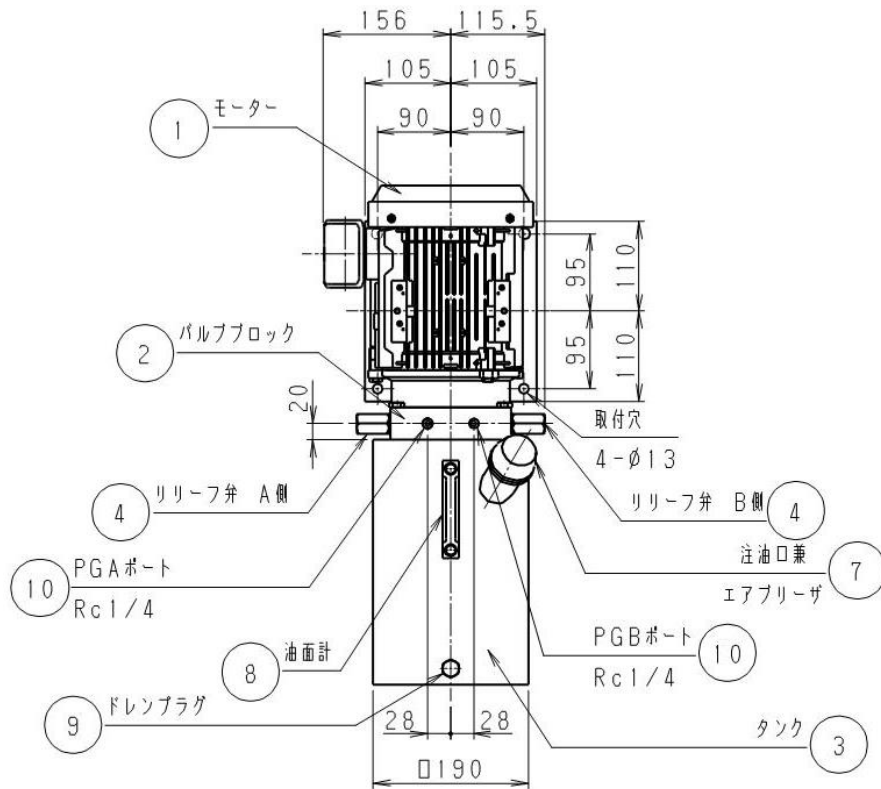

図2 正面図
## 5. 各部の機能 (図 2, 3, 4 参照)
- (1) タンク内に作動油は入っていません。使用の前に注油口兼エアブリーザー(図2参照)のキャップを外して注油して下さい。
- (2) 作動油は清浄な石油系作動油で粘度グレードがISO VG #32～#68のものを使用して下さい。
- (1) 回路内の圧力確認のために、圧力計を取り付けることをお奨めします。
- (2) 本機には圧力計取付けのためのポートが図2に示すように2ヶ所あります。1ヶ所はAポート用で、他方はBポート用です。サイズはRc 1/4です。
- (3) 両方のポートで圧力が発生する用途では両方のポートに、一方のみに圧力が発生する時は一方に圧力計を取り付けて下さい。
- (4) 圧力計取付けポートにチェック弁付きカップラーを取付け、必要時のみ圧力測定を行うようにすれば、圧力計の数量も少数で、しかも圧力計の耐用年数も延ばすことができます。
(図2参照)
- (1) 吐出ポートを切り換える際、モーターの急激な正逆転は避けて下さい。回転方向切り換え時0.5秒以上の休止時間を設けて下さい。
- (2) 電源には必ずブレーカーを組み込んで下さい。モーター焼損の恐れがあります。
- (3) 電源コードの上に重いものを絶対のせないで下さい。火災や感電の原因になります。
- (4) 静電防止及び感電防止のために、端子箱又は、モーターベースにあるアース端子にアース線を接続して下さい。
- (5) リリーフ弁は定格圧力以上に設定できるようになっていますが、モーター及びポンプの寿命、油温上昇の上から、定格圧力内で使用して下さい。
- (6) 使用条件により、かなり油温が上昇することがあります。特にリリーフ弁の長時間作動や流量制御は発熱の原因となります。できるだけ60℃以下の油温でご使用下さい。この油温を越える時は、運転条件を楽にするか補助タンクを別に取り付けるようにして下さい。
- (7) バルブブロック(図2)には数ヶ所、六角穴付きプラグ(詰栓)がありますが、圧力計取付けポート以外は、運転中又は、停止時においても絶対にゆるめないで下さい。本機の機能を損なうことがあります。
- (1) 長時間使用により油漏れなどのため、作動油の最低油面のLレベル以下になった時は、作動不良の原因となりますので新油を補給して下さい。
- (2) 実使用时间約1000 hr 毎に、油の劣化による特性や寿命の低下防止のために全部の油を新油と交換して下さい。油を抜く時はドレンプラグ(図2参照)をスパナで取り外して行なって下さい。